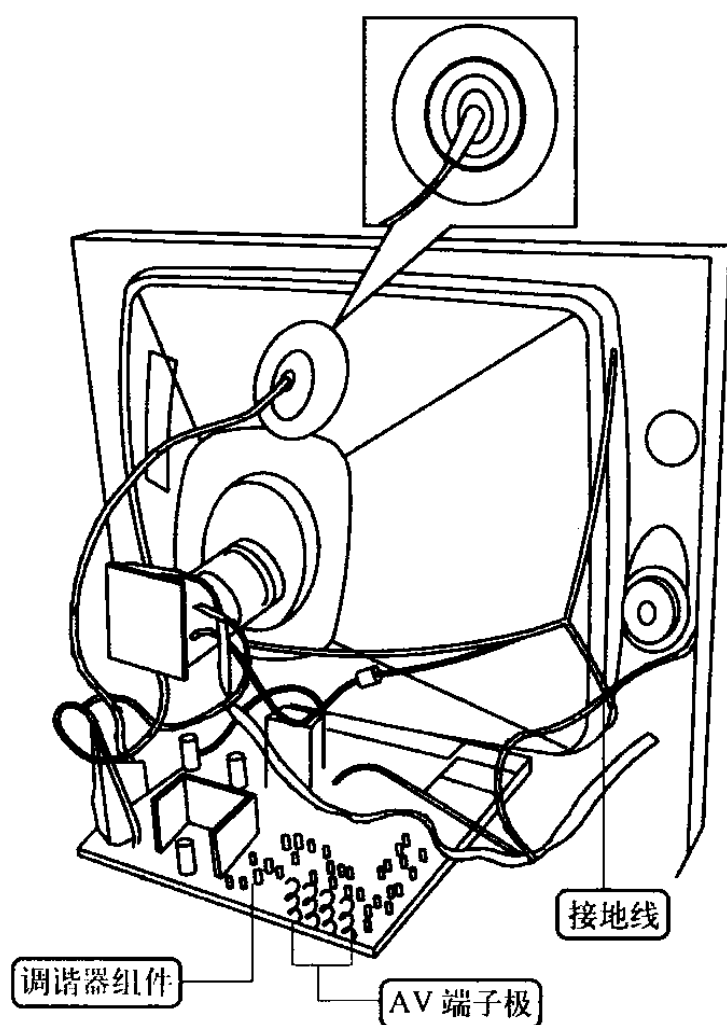

图 1-2 显像管的高压嘴
② 如图 1-2 所示,在显像管上方是高压嘴(高压输入端)。由行输出变压器产生的阳极高压通过绝缘良好的引线送到显像管的高压嘴,为显像管提供高压。
③ 显像管的玻璃壳外有黑色涂层,这些涂层起屏蔽作用。
④ 另外,在显像管的四周围绕着线圈,该线圈是消磁线圈,其内部由很多股线圈组成。由于彩色电视机显像管内部某些部件容易被磁化而带有磁性,从而影响电子束的正常扫描运动,导致显示的图像出现偏